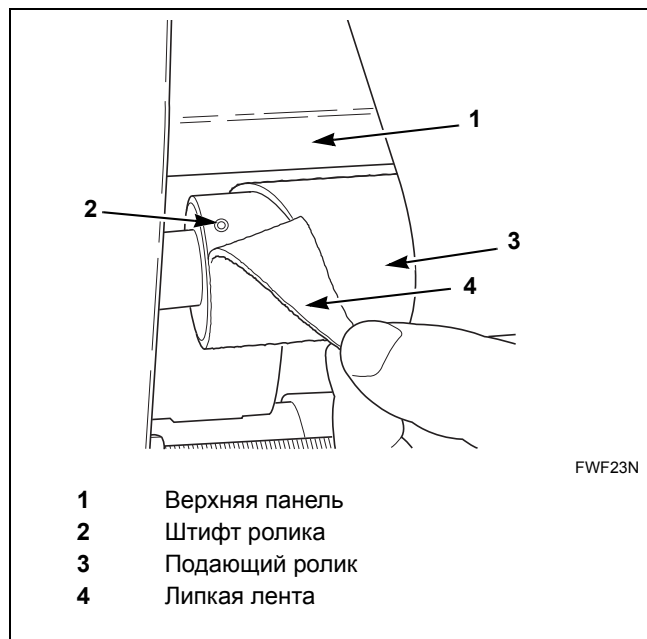

Рис. 24
3. Отогните липкую ленту с левой стороны питающего ролика, чтобы обнажить штифт ролика. См. Рис. 24.